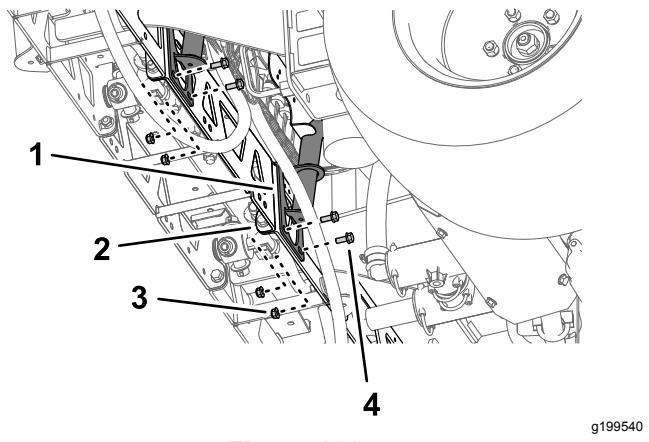
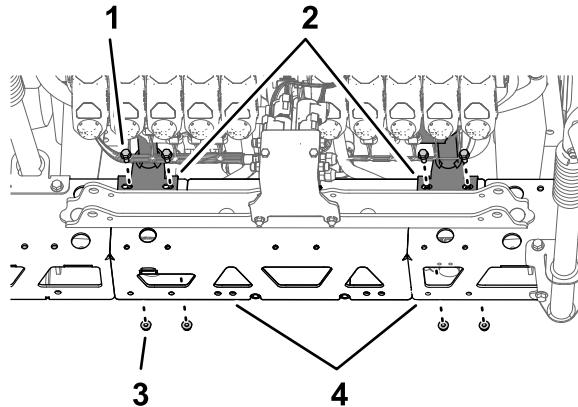

Figura 108
Figura 109
2. Alinhe os orifícios no suporte de montagem da montagem da válvula com os orifícios na estrutura da armação da secção de pulverização central (Figura 108).
3. Monte a montagem da válvula na estrutura da armação (Figura 108 e Figura 109) com quatro parafusos (5/16 x 3/4 pol.) e quatro porcas de bloqueio flangeadas (5/16 pol.).